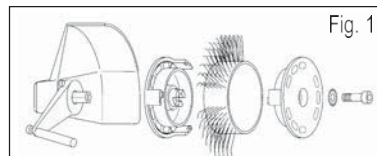
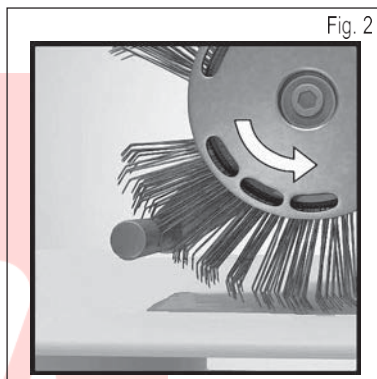

Fig. 1
Fig. 2
1. Cắt nguồn điện và và siết chặt belt Bristle Blaster® 23 mm belt vào dụng cụ bằng cặp tang trống kẹp (chú ý hướng quay), vòng đệm và vít. **Xem Fig. 1 và Fig. 2**